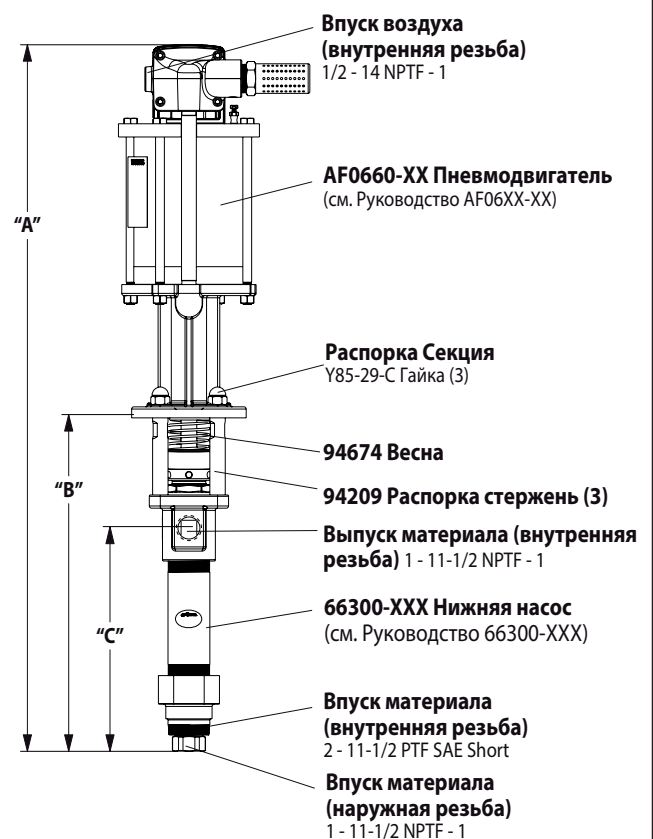

Рисунок 1
2. Удалите три гайки (Y85-29-C) с трёх промежуточных штоков (см. рис. 1).